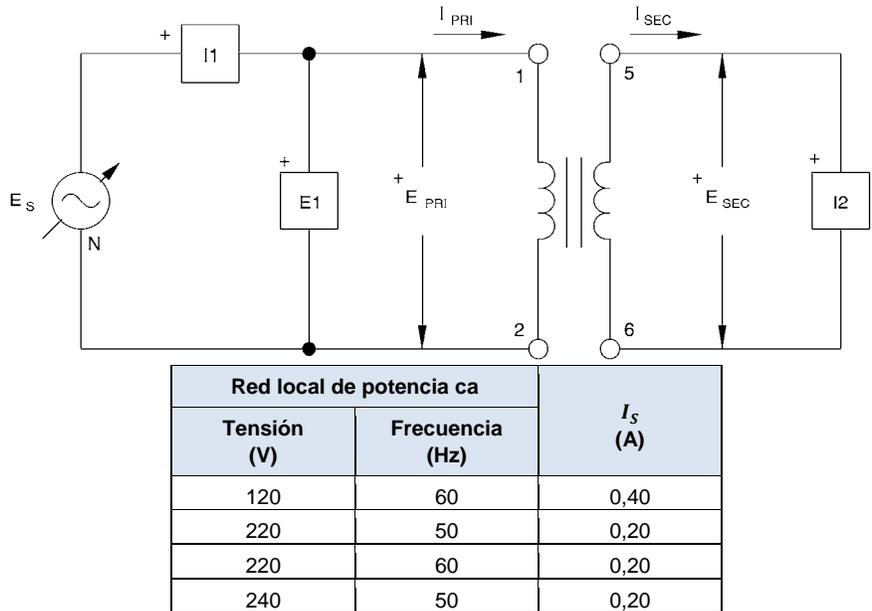

Figura 7-4. Determinación de la relación entre la corriente primaria y la corriente secundaria.
10. Conecte I2 como lo muestra la figura 7-4 y observe que I2 cortocircuita el arrollamiento 5-6 del secundario. Seleccione el archivo de configuración existente *ES17-2.dai*. Encienda la fuente y ajuste lentamente el control de tensión para obtener el valor de corriente I_S que muestra la figura 7-4.